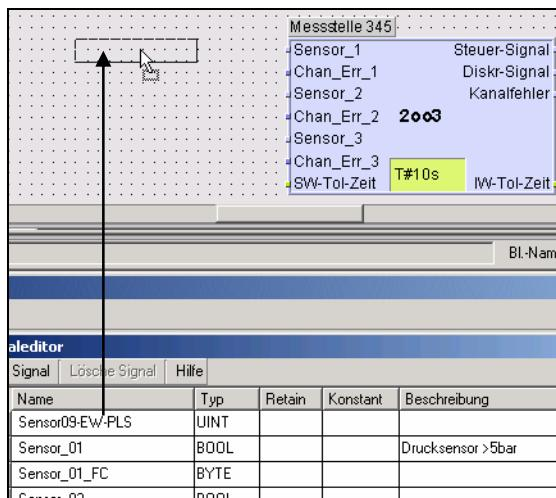

Abb. 95: Drag & Drop der Signale in das Zeichenfeld
- Ziehen Sie mit Drag & Drop ein Signal aus dem Signaleditor in das Zeichenfeld und positionieren Sie das Signal an die gewünschte Stelle. Das Signal wird automatisch im Register VAR_EXTERNAL angelegt (Abb. 95).